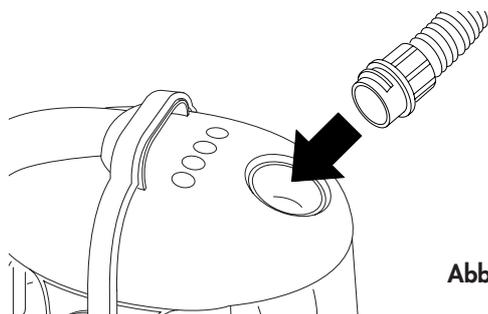

Abb. 5
- Den Saugschlauch G am Gerät anbringen, indem Sie das Saugschlauchendstück mit dem Bajonettverschluss in die Ansaugöffnung E stecken und es im Uhrzeigersinn drehen (Abb.5). Um es wieder herauszunehmen, es einfach im Gegenuhrzeigersinn heraus drehen.